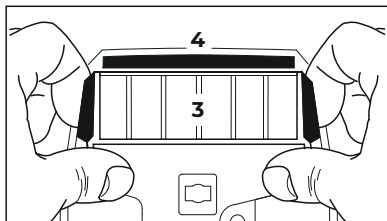

Рис. 67
- Воздушный фильтр (рис. 67, поз. 3) указательным пальцем поднять по направлению задней рукоятки, при этом большой палец упирается в корпус – снять воздушный фильтр.
- Вынуть задвижку (рис. 67, поз. 4).